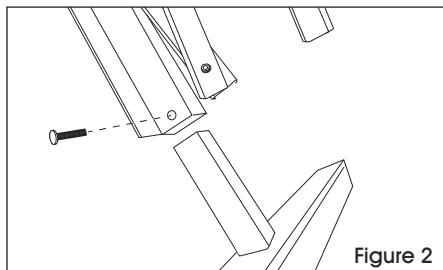

Figure 2
- Insert each gate end into axle support. Insert round head bolt and tighten with screwdriver. (See Figure 2)
2. Insérez l'extrémité de chaque barrière dans le support à essieux. Insérez un boulon à tête bombée et serrez-le avec le tournevis. (Voir Figure 2)